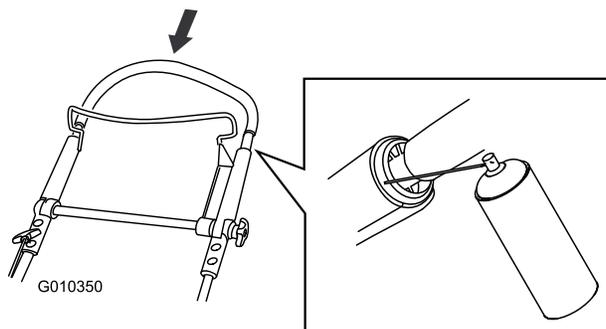

Bild 43
2. Drücken Sie den oberen Bügel ganz nach unten und sprühen Sie die innere Kunststoffoberfläche des äußeren Bügel ein (**Bild 43**).